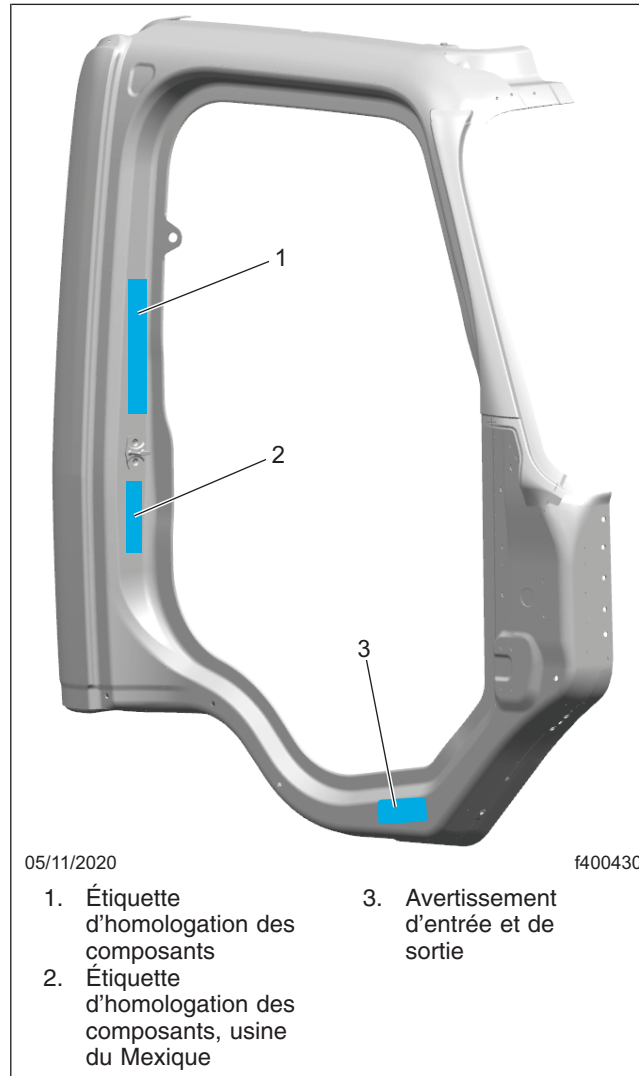

Fig. 7, Emplacement de l'étiquette d'homologation des composants, camions 108SD et 114SD
3. Ouvrez la portière côté passager, puis localisez l'étiquette d'homologation des composants. Reportez-vous à la Figure 7. Reportez-vous à la Figure 5 pour un exemple d'étiquette d'homologation des composants Freightliner.